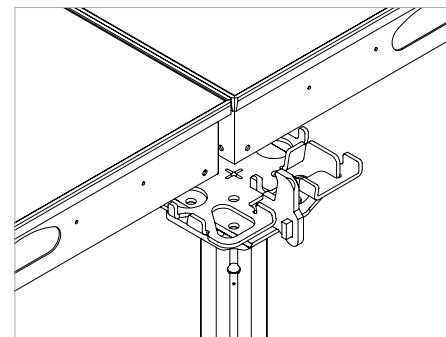

Fig. A5.14a
- quando o fecho \leq consola. (Fig. A5.14a)